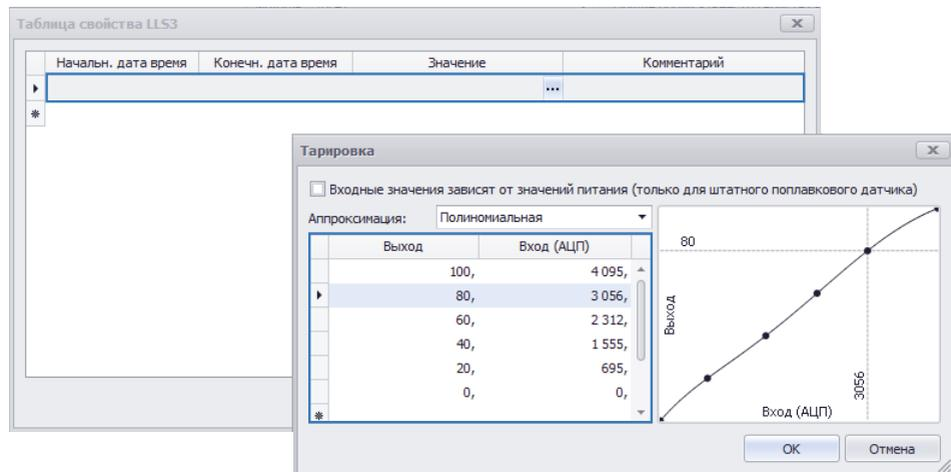

Рис.82. Тарировочная таблица датчика.
- Тарировочную таблицу необходимо ввести в меню «Тарировка» (Рис.82):